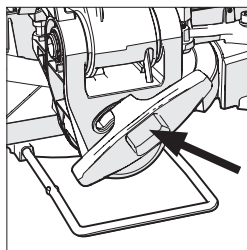

Fig. 22
- Maak de afschuinings sluitschroef los. (**Fig. 22**)